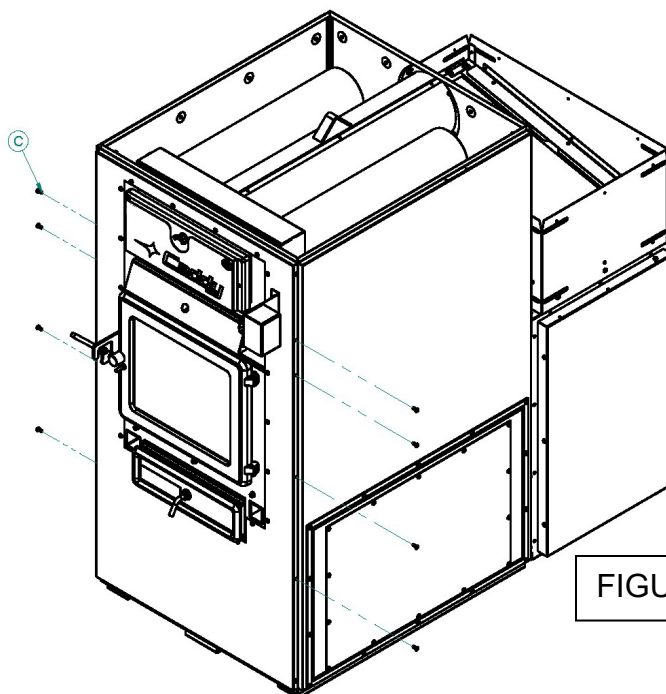

FIGURE 3
Étape 3 : Dévissez les huit (PF01010) ou six (PF01000 ou PF01200) vis (C), selon le modèle de fournaise, tel qu'illustré sur la figure 3. Gardez ces vis pour une étape ultérieure.